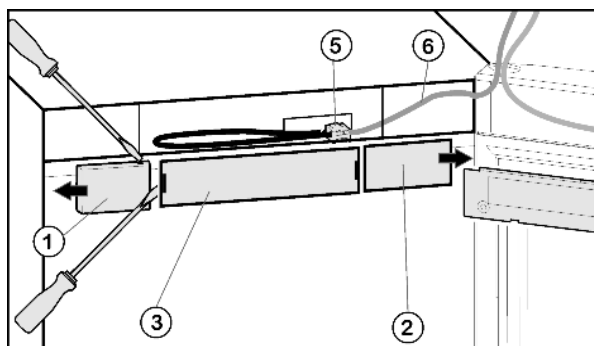

Fig. 4
- ▶ Снятие крышки со стороны ручки Fig. 4 (1): справа выведите из фиксатора при помощи плоской отвёртки и сдвиньте наружу.
- ▶ Снятие крышки со стороны шарнира Fig. 4 (2): слева выведите из фиксатора при помощи плоской отвёртки и сдвиньте наружу.
- ▶ Снимите переднюю накладку Fig. 4 (3) с помощью плоской отвёртки.
- ▶ Снимите контакт и извлеките разъём Fig. 4 (5).
- ▶ Высвободите из направляющей серый кабель Fig. 4 (6).
- ▶ Снова установите разъем Fig. 4 (5).